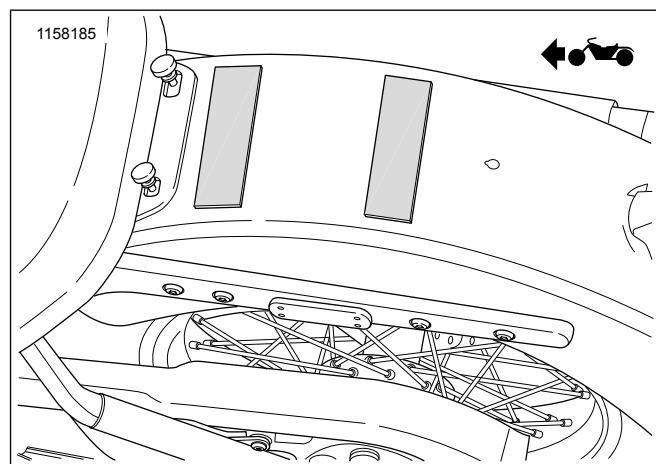

Figure 1. Positionnement du ruban anti-abrasion
1. Voir la figure 1. Couper le ruban anti-abrasion en deux, l'ajuster à la largeur du garde-boue arrière et le poser.